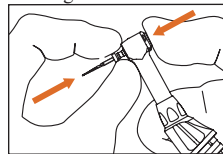

Figura 2
2.2.1 Inserción Véase la figura 2.